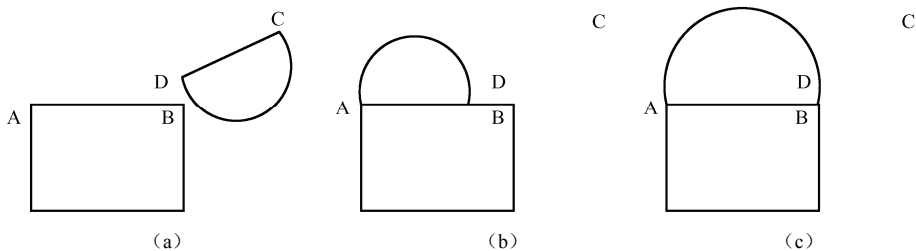

图 4-58 对齐命令执行结果
(1) 选择对象: 选择欲对齐的对象。
(2) 指定第一个源点: 指定第一个源点，即将被移动的点。
(3) 指定第一个目标点: 指定第一个目标点，即第一个源点的目标点。
- (4) 指定第二个源点：指定第二个源点，即将被移动的第二个点。
- (5) 指定第二个目标点：指定第二个目标点，即第二个源点的目标点。
- (6) 继续：继续执行对齐命令，终止源点和目标点的选择。
- (7) 是否基于对齐点缩放对象：确定长度不一致时是否缩放。如选择否，则不缩放，保证第一点重合，第二点在同一个方向上，如图 4-58 (b) 所示。如果选择是，则通过缩放使第一和第二点均重合，如图 4-58 (c) 所示。